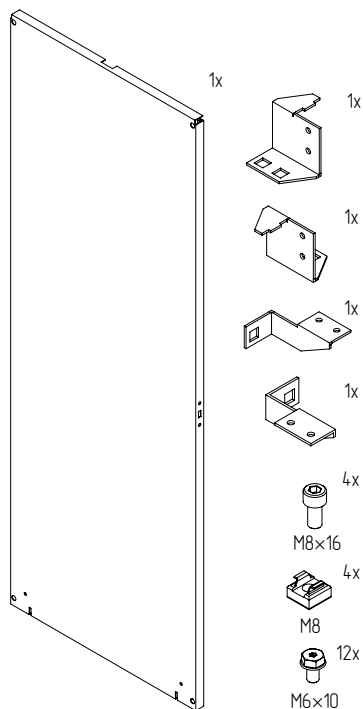

Рисунок 17
4.5.2 Проверить комплектность (рисунок 17).